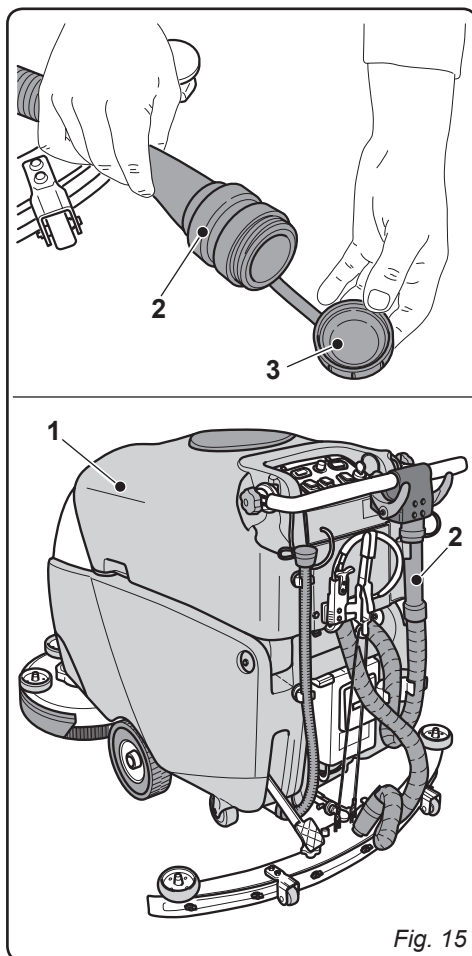

Fig. 15
9.1 SCARICO ACQUA DI RECUPERO (Fig. 15)